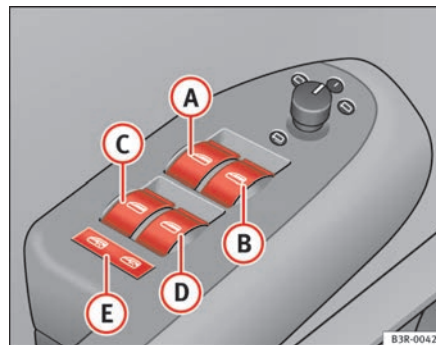

Fig. 80 Pormenor da porta do condutor: Comandos
- (A)** Comutador ⇒ fig. 80 para o vidro da porta do condutor
- (B)** Comutador para o vidro da porta do passageiro
Com o interruptor de segurança ⇒ página 112, fig. 80  podem desactivar-se os interruptores das portas traseiras. Só quando este interruptor está premido é que é possível subir e descer os vidros a partir dos bancos traseiros.